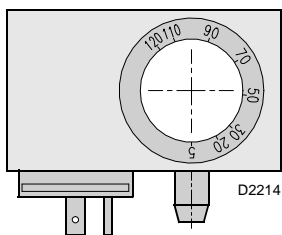

Fig. 19
- 调节燃气阀组上的最低燃气压力开关 (图 19) 至量程的起始位置;